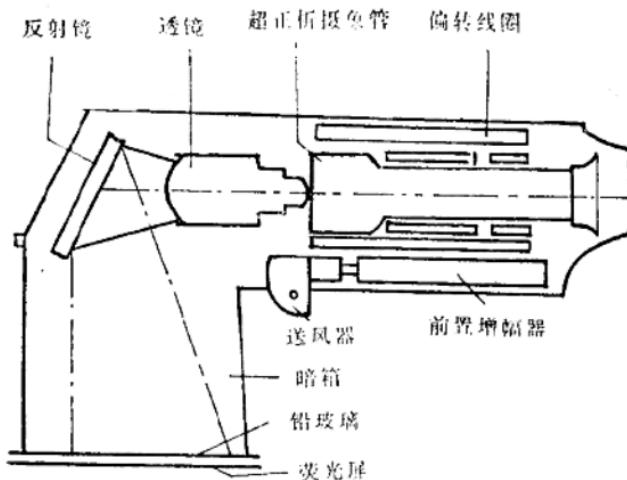

图 1-3 荧光屏十高灵敏度超正折摄象管装置
(3) 荧光屏上直接加摄影装置，即荧光屏加高灵敏度的超正析摄象管装置，如图 1-3 所示。X 线透过人体在荧光屏上形成图象，经反射镜、透镜，直接由超正析摄象管取出电视信号。